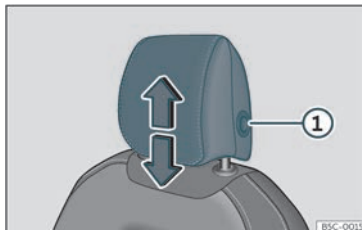
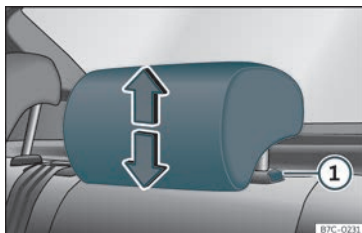

Fig. 97 Asento dianteiro: regulación do repousacabezas.
Fig. 98 Repousacabezas traseiro: regulación do repousacabezas.
mesma acción, premendo o botón lateral ① >>> fig. 97 >>> fig. 98.
- Prema o botón lateral >>> fig. 97 ① e extraia o repousacabezas.